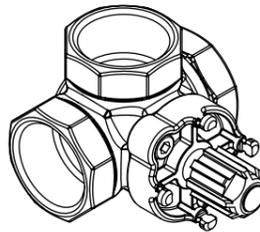
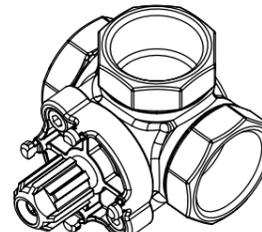
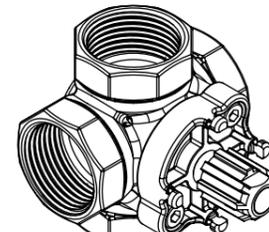
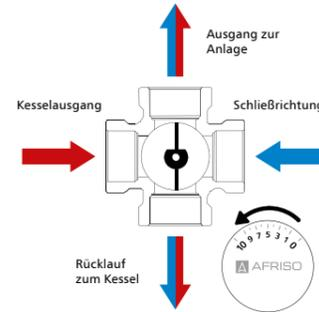

Abb. 2. 3-Wege, Position 1
Abb. 3. 3-Wege, Position 2
Abb. 4. 4-Wege
Abb. 6. 4-Wege
- Stellen Sie das Mischventil auf „50 % Öffnung“ ein, d. h. so, dass die Mitte seines Verschlussstücks genau in der Mitte, zwischen Warmwassereintritt und Kaltwassereintritt im 3-Wege-Ventil (Abb. 2. Position 1, Abb. 3. Position 2, Abb. 5.) oder genau in der Austrittsachse der Anlage und des Rücklaufs zum Kessel im 4-Wege-Ventil liegt (Abb. 4., Abb. 6.).